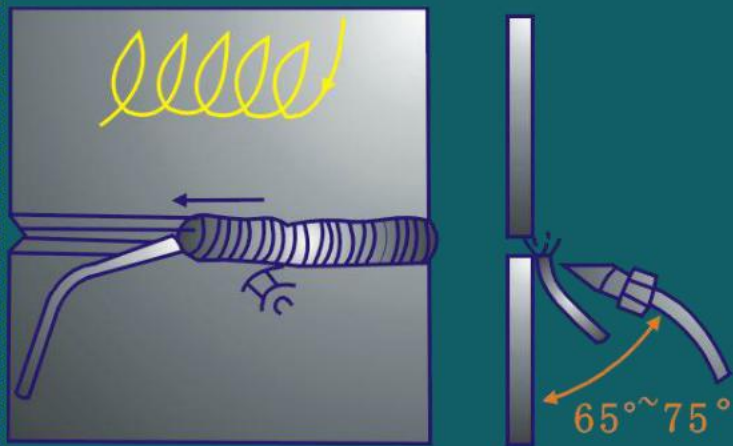

图3-77 横 焊
(3) 横焊。如图3-77所示。使用较小的火焰能量控制熔池的温度。